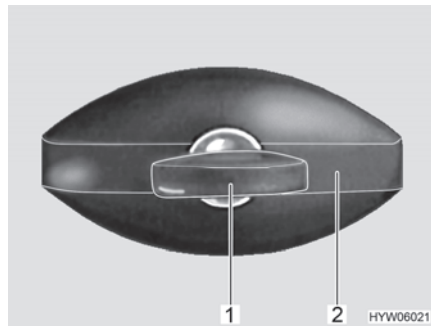

Bild 36 Klappenschloss (ellipsenförmig, verschlossen)
- Schlüssel in Schließzylinder (Bild 36,1) stecken und eine viertel Umdrehung entgegen dem Uhrzeigersinn drehen. Schlossgriff (Bild 36,2) schnappt heraus.